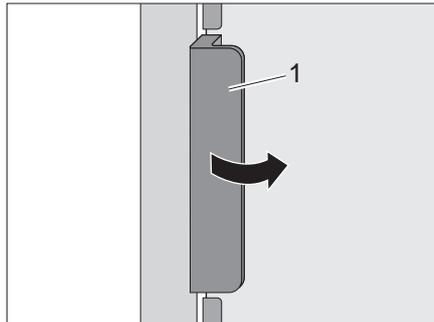
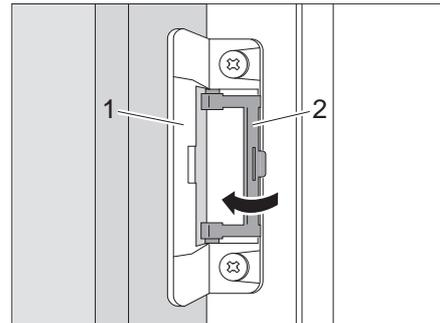

Bild 149 Kühlschranktür öffnen
Bild 150 Lüftungsstellung arretieren
- Kühlschranktür am Griff (Bild 149,1) öffnen. Die Verriegelung (Bild 150,1) wird automatisch gelöst.
- Arretierung (Bild 150,2) aufklappen.